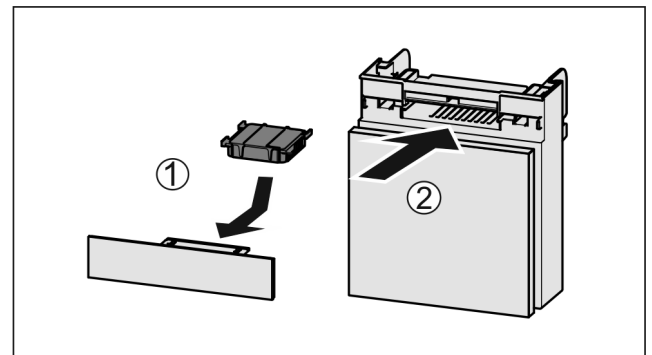

Fig. 58
- ▶ Установите фильтр с активированным углем, как показано на рисунке Fig. 58 (1).
- ▶ Вставьте отделение Fig. 58 (2).